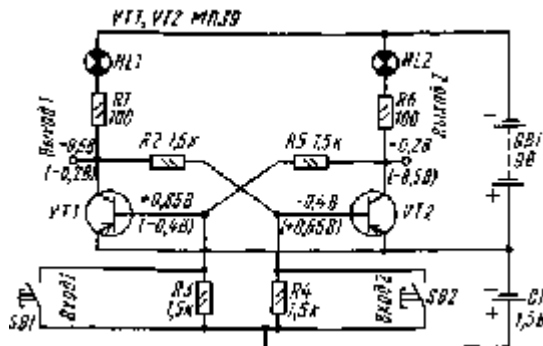

Рис. 71. Триггер с отдельными входами
**Триггер с отдельными входами** (рис. 71) — это две усилительные ступени с жесткой обратной связью через резисторы R2 и R5. Она обеспечивает триггеру два устойчивых состояния: когда один из его транзисторов открыт, а другой закрыт, и наоборот. Из одного устойчивого состояния в другое триггер переключается поочередной подачей управляющих импульсов положительной полярности на его входы. Для наглядного контроля за состоянием транзисторов в цепь коллекторов транзисторов включены лампы накаливания (HL1 и HL2) на напряжение 2,5 В и ток 0,075 А.